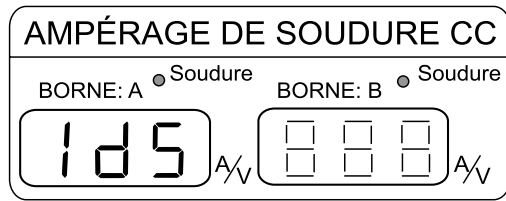

**Figure 45. Compteur de soudage CC (arrêt au ralenti)**
- Le processus de soudage s'arrête une fois que la durée prééglée (1 à 30 minutes) a été atteinte. Le moteur s'arrête et le message « Id5 » s'affiche sur le compteur de soudage CC (Figure 45).